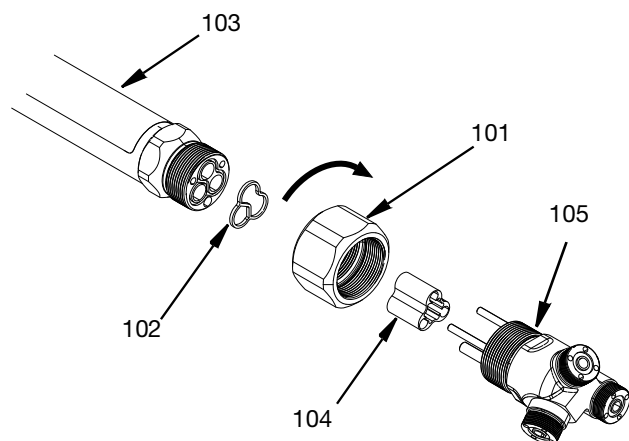

FIG. 29
4. Inserte las clavijas del conjunto adaptador de cabezal triple (105) en el conjunto del tubo largo (103). Gire la tuerca tensora en el sentido de las agujas del reloj mirando hacia el alojamiento de la pieza giratoria de modo que las roscas del conjunto del tubo largo (103) y del conjunto adaptador de cabezal triple (105) se acoplen simultáneamente. Apriete la tuerca a $101,69 \text{ N}\cdot\text{m}$ ($75 \text{ lb}\cdot\text{pie}$). Consulte la FIG. 29.